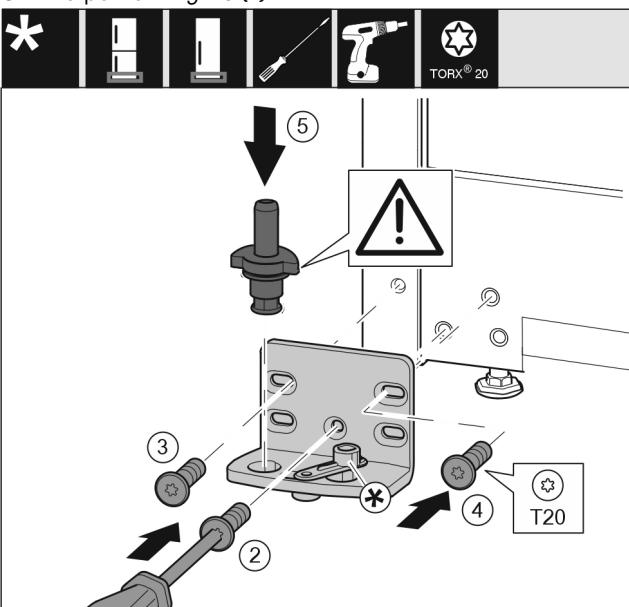

Fig. 16
- ▶ Postavite podložak ležaja na drugoj strani i zavijte pomoću odvijača T20. Započnite s vijkom 2 dolje u sredini. Fig. 16 (2)
- ▶ Pritegnite vijak 3 i 4. Fig. 16 (3,4)
- ▶ Kompletno umetnute podložak ležaja. Pri tome pazite da je ispuštenje za blokiranje okrenuto prema otraga. Fig. 16 (5)